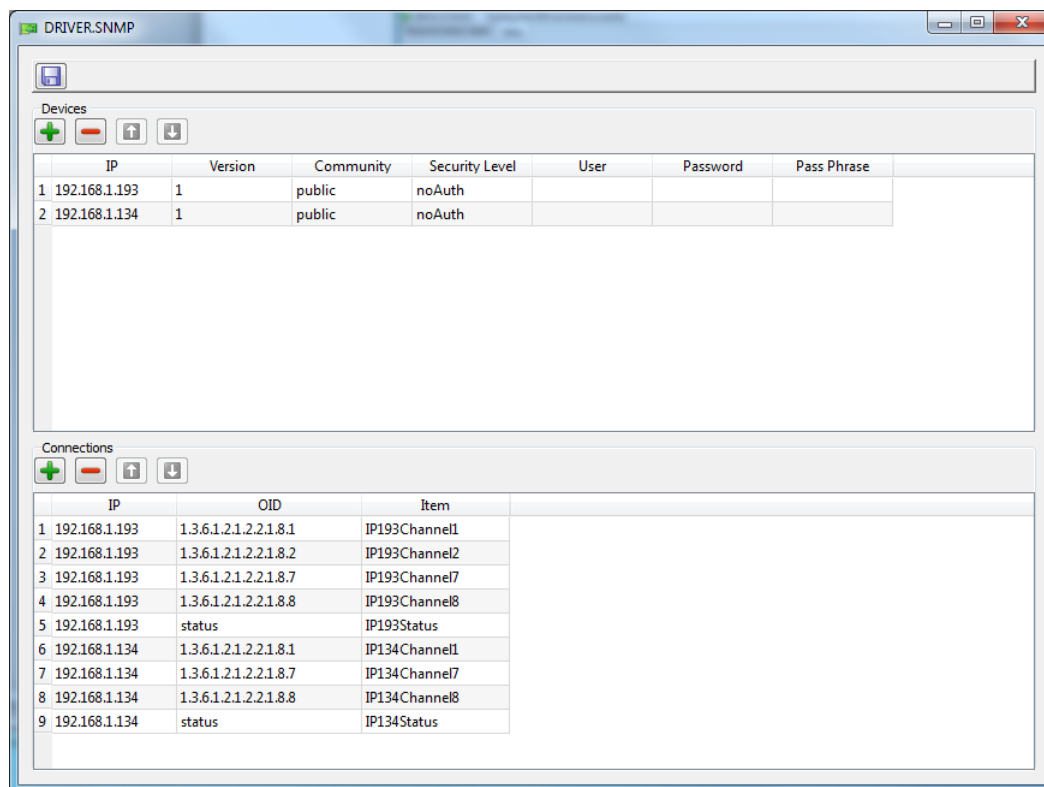

Рисунок 3.273 - Редактор приложения-драйвера SNMP
2. Заходим в программу конфигурации приложения и настраиваем как на рис. 3.273